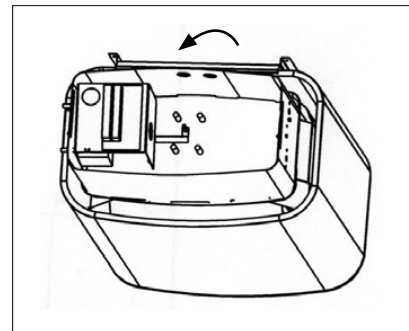

Abb. 5.
- Bringen Sie schließlich die Bodenplatte und die Reglernebel wieder an (Abb. 5).